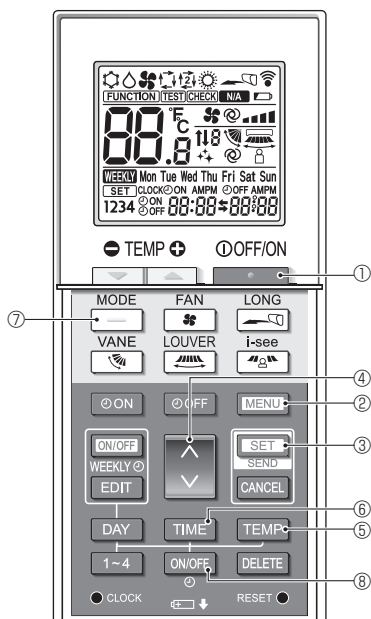

Fig. 7-9
2. Tryck på knappen **MENU** 2. Skärmen för funktionsinställning visas och funktionsnummer A blinkar. (Fig. 7-9) Tryck på knappen **↑** 4 för att ändra funktionsnumret.